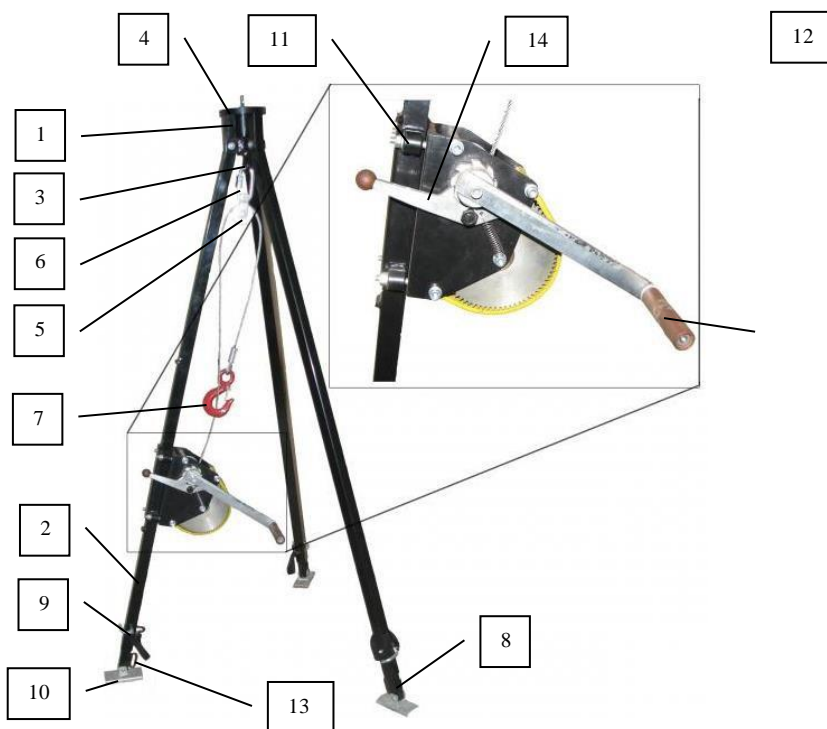
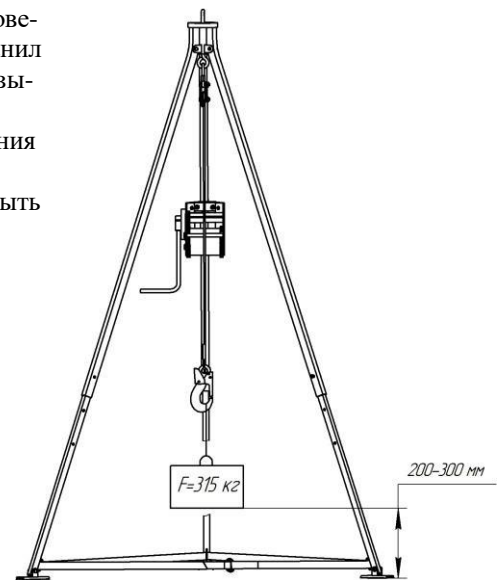

Рис. 1
Рис. 2:
*Трипод ТМ-1л* представляет собой переносной, временный элемент постоянной конструкции (см. рис.1). *Штатив* служит опорой средствам индивидуальной защиты. *Лебедка* является подсистемой спасательной системы, с помощью которой человек поднимается спасателем из нижнего положения на более высокое. Трипод ТМ-1л относится к группе средств защиты от механических воздействий, подгруппе защиты от падения с высоты. Класс риска 2, климатический регион от IA до IV.
Трипод ТМ-1л состоит (см. рис.1) из штатива и лебедки. Головная часть штатива состоит из несущей втулки с тремя кронштейнами (1), в которые шарнирно установлены стойки (2). Внутри втулки установлен центральный винт (3) с верхним резьбовым концом, предназначенным для установки фиксирующей крышки (4), и кольцом, в которое посредством соединительного элемента (6) установлен блок (5). Трос лебедки (если она есть в комплекте) должен быть перекинут через блок (5) и находится в его ручье. На конце троса установлен карабин (7) для присоединения амортизатора или нагрудного, или наспинного крепящего элемента страховочной или спасательной привязи.
Стойки штатива выполнены из металлических прямоугольных труб и состоят из двух частей (см. рис. 1): внешней (2) (верхней) и внутренней (8) (нижней). Телескопическая конструкция стоек делает возможной регулировку высоты трипода. Блокировочные штифты (9) служат для фиксации внутренних частей стоек, выставленных из внешних частей стоек на необходимую рабочую длину. Фиксирующая крышка блокирует стойки и служит для удержания их в раздвинутом положении. Стойки штатива имеют стальные подвижные самоустанавливающиеся подошвы (10), снабженные зубьями, которые предотвращают перемещение стоек при установке на скользкой, например, обледенелой поверхности. Лебедка крепится к штативу посредством двух кронштейнов (11). Работник, обслуживающий лебедку, с помощью вращающейся рукоятки (12) опускает или поднимает работника, закрепленного к карабину троса лебедки, одновременно подстраховывая его при возникновении какой-либо опасной ситуации. Конструктивные особенности и устройство лебедки указаны в паспорте на лебедку. Предохранительная лента (на рисунке не показана), проведенная через овальные кольца (13) нижней части стоек штатива, предотвращает неконтролируемое передвижение стоек.
**4. Указания по эксплуатации: перед вводом в эксплуатацию и в процессе эксплуатации** через каждые 6 мес. потребитель должен подвергать трипод испытанию на статическую нагрузку, равную 3,15 кН (315 кгс), по следующей методике (рис. 2): трипод должен быть установлен в верхнее рабочее положение - максимальная высота - внутренние стойки выдвинуты на последние регулировочные отверстия, расставлены и зафиксированы, канат лебедки перекинут через блок и находится в его ручье. Нагрузка 3,15кН (315кг), должна прикладываться к крюку чалочному лебедки, а в случае, когда трипод не укомплектован лебедкой, к блоку (поз.5, рис. 1). Ручей блока рассчитан на установку каната диаметром 5 мм. Если применяется испытательный груз, он должен быть поднят на высоту 200-300 мм. Время проведения испытания 10 мин. Допускается применение других схем испытаний (закрепление карабина лебедки через крепежные скобы динамометра к анкерному фундаментному болту и т.п.) при соблюдении величин и направлений приложения испытательных усилий.
**Работа с лебедкой:** вращение рукоятки лебедки против часовой стрелки, когда нажат рычаг отключения тормоза (поз. 14, рис. 1) - при опускании работника вниз; при подъеме работника вверх - вращение рукоятки по часовой стрелке и наматывание троса на барабан. После прекращения вращения рукоятки тормозной механизм не допускает вращения барабана лебедки. При подъеме и опускании работника необходимо не допускать раскручивания его вокруг вертикальной оси или маятниковое раскачивание. Работник, опускающийся в колодез или другое сооружение, должен иметь возможность общаться с работником, приводящим лебедку трипода в действие для того, чтобы в случае возникновения опасности, его можно было немедленно эвакуировать. При опускании работника на максимальную длину троса лебедки необходимо оставлять, как минимум, 1,5 оборота троса на барабане не размотанными. При холостой размотке троса необходимо подтягивать его рукой, т.к. лебедка не оснащена механизмом натяжения каната.